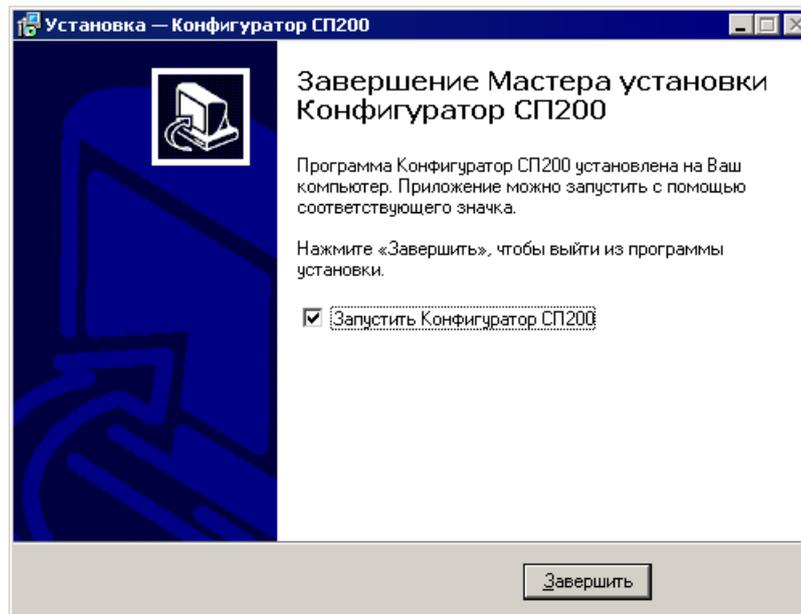

Рисунок 220
7. В седьмом окне инсталлятора (см. рис. 220) отображается информационное сообщение о завершении процесса установки. В этом окне – нажать кнопку «Завершить». Для того, чтобы программа запустилась сразу по завершении инсталляции, следует установить флажок переключателя «Запустить Конфигуратор СП200».